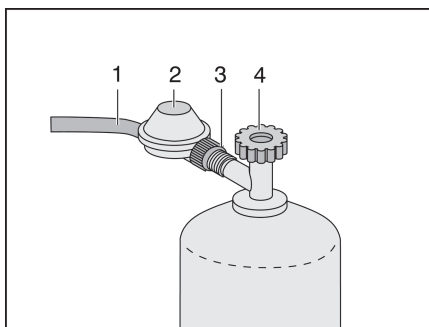

Fig. 34 Raccordo bombola del gas
- ▶ Utilizzare esclusivamente regolatori della pressione del gas speciali (Fig. 34,2) muniti di valvola di sicurezza e pensati per l'uso nei veicoli (previsti nella dotazione standard dei veicoli nuovi).
- Chiudere la valvola principale di arresto (Fig. 34,4) della bombola del gas. Osservare la direzione della freccia.
- Tenere fermo il regolatore della pressione del gas (Fig. 34,2) e svitare il dado zigrinato (Fig. 34,3) (filettatura sinistrorsa).
- Rimuovere il regolatore della pressione del gas con il tubo del gas (Fig. 34,1).
- Applicare il regolatore della pressione del gas (Fig. 34,2) con il tubo del gas (Fig. 34,1) sulla bombola del gas e serrare a mano il dado zigrinato (Fig. 34,3) (filettatura sinistrorsa).